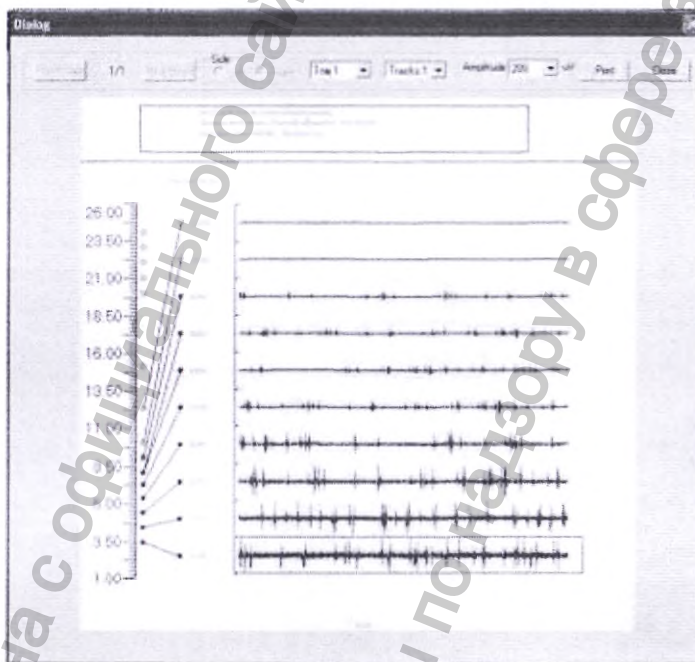

Рисунок 61. Диалоговое окно «Печать дорожки»
- **Print (Печать):** Откройте диалоговое окно печати, два раза нажав на нужную колонку. На выбранной глубине сохраненный отрезок выделяется в черной рамке. См. Рисунок 61